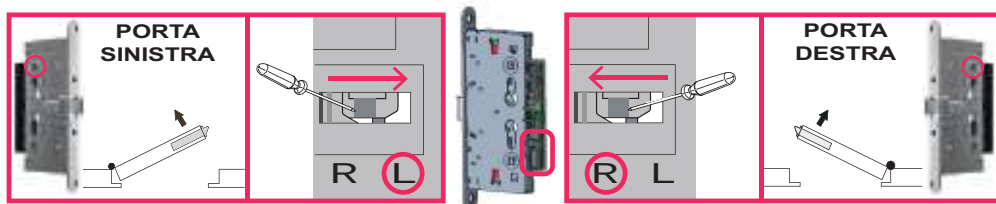

Figura 1: leva per cambio "mano"
- Selezionare la mano attraverso la leva dedicata (come mostrato in figura 1).